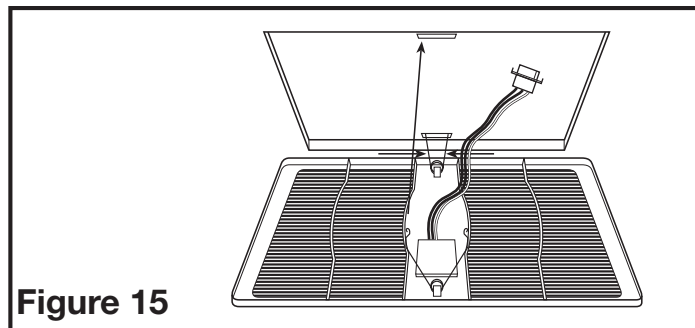

Figure 15
- 4b. **MODÈLES DÉTECTION DE MOUVEMENT:** Installez la grille en pressant le ressort le plus loin possible du détecteur de mouvement et installez-le dans la fente la plus éloignée du compartiment de fil sur le logement du ventilateur. Attachez le cordon de 3 broches à connexion rapide à partir du capteur de mouvement sur le gril soit au câblage installé à l'étape 2a (les modèles à une vitesse) ou au connecteur de la partie supérieure du compartiment de fil (modèles à deux vitesses). Ce cordon ne s'adapte que d'une seule façon dans le connecteur. Installez l'autre ressort en place et poussez la grille en position (Figure 15).